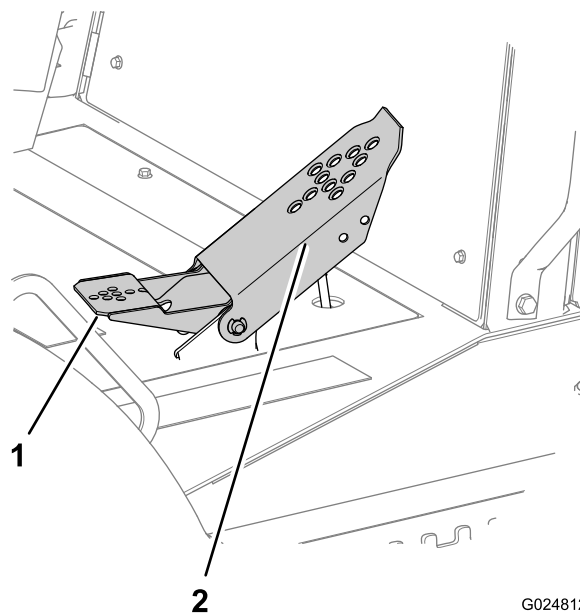

Figura 40
- Empurre para baixo a parte superior do pedal para mover a máquina para frente (Figura 40).
- Empurre para baixo a parte inferior do pedal para mover a máquina para trás (Figura 40).
- Para reduzir a velocidade da máquina ou pará-la, mova o pedal para a posição Neutro (Figura 40).